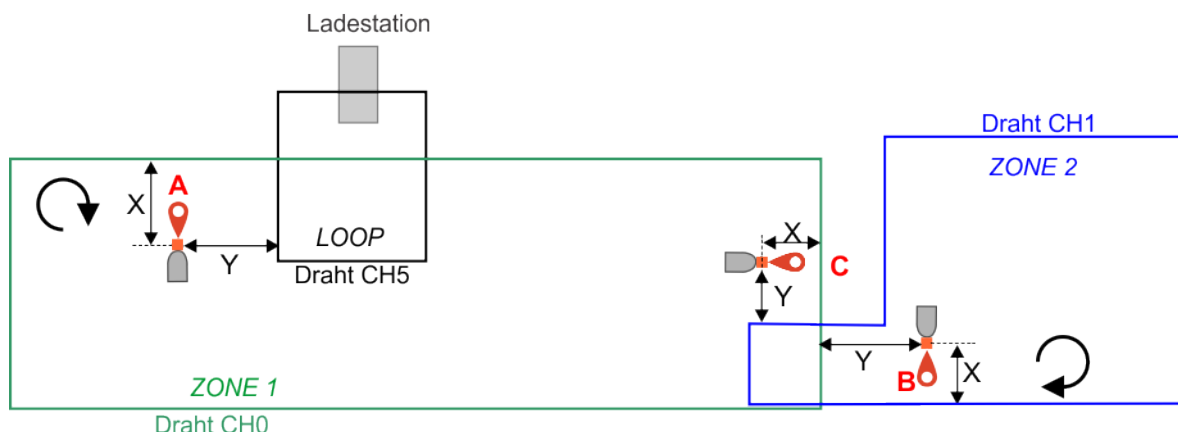

Abbildung 161: Anfahren und Verlassen per GPS
16. Positionieren Sie den Roboter an der gewünschten Stelle in ZONE 1. Dies muss sich auf die für ZONE 1 definierte Rückkehrrichtung beziehen. In diesem Beispiel ist dies im Uhrzeigersinn  wie in Abbildung 161: Anfahren und Verlassen per GPS (Seite 134) gezeigt. X muss > 5 m sein. Y muss > 10 m sein. Der Roboter muss in Richtung Draht fahren.
20. Positionieren Sie den Roboter an der gewünschten Stelle in ZONE 1. Dies muss sich auf die für ZONE 1 definierte Rückkehrrichtung beziehen. In diesem Beispiel ist dies im Uhrzeigersinn (CW) wie in Abbildung 161: Anfahren und Verlassen per GPS (Seite 134) gezeigt. X muss > 5 m sein. Y muss > 10 m sein. Der Roboter muss in Richtung Draht fahren.
26. Positionieren Sie den Roboter an der gewünschten Stelle in ZONE 2. Dies muss sich auf die für ZONE 2 definierte Rückkehrrichtung beziehen. In diesem Beispiel ist dies im Uhrzeigersinn  wie in Abbildung 161: Anfahren und Verlassen per GPS (Seite 134) gezeigt. X muss > 5 m sein. Y muss > 10 m sein. Der Roboter muss in Richtung Draht fahren.